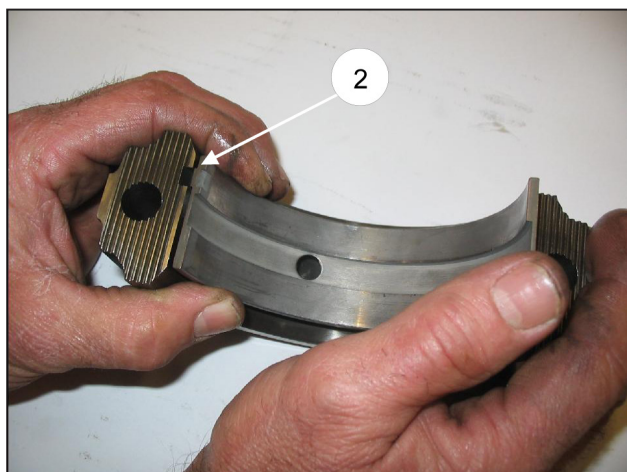

图6/a
如果已拆除活塞导向杆，在组装它们前，应确保O形密封环(①, 图6/b)的定位正确，如有必要则更换。通过两颗相应的M6螺栓固定活塞导向杆，紧固扭矩请参阅第120页表格的指示。